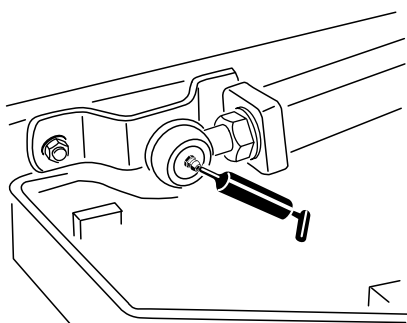

Figura 41
- Articulaciones de bola de los brazos de elevación (2) (Figura 41).